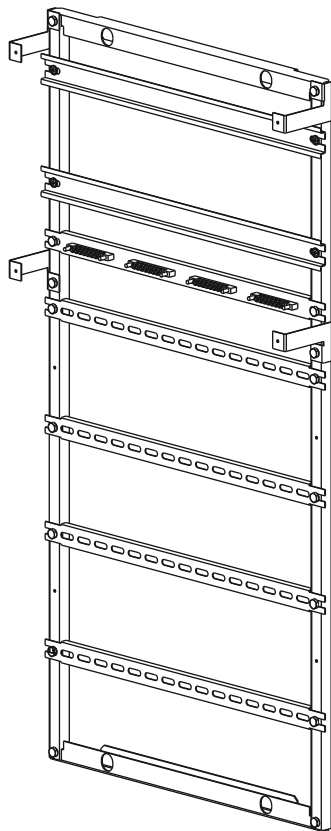

Рисунок 6
2.5 Установите собранную Рейку под шину “PEN” и шесть Планок и закрепите на раме с помощью болтов М6х14 и гаек М6 (рисунок 6). Болтовое соединение согласно приложению 1.